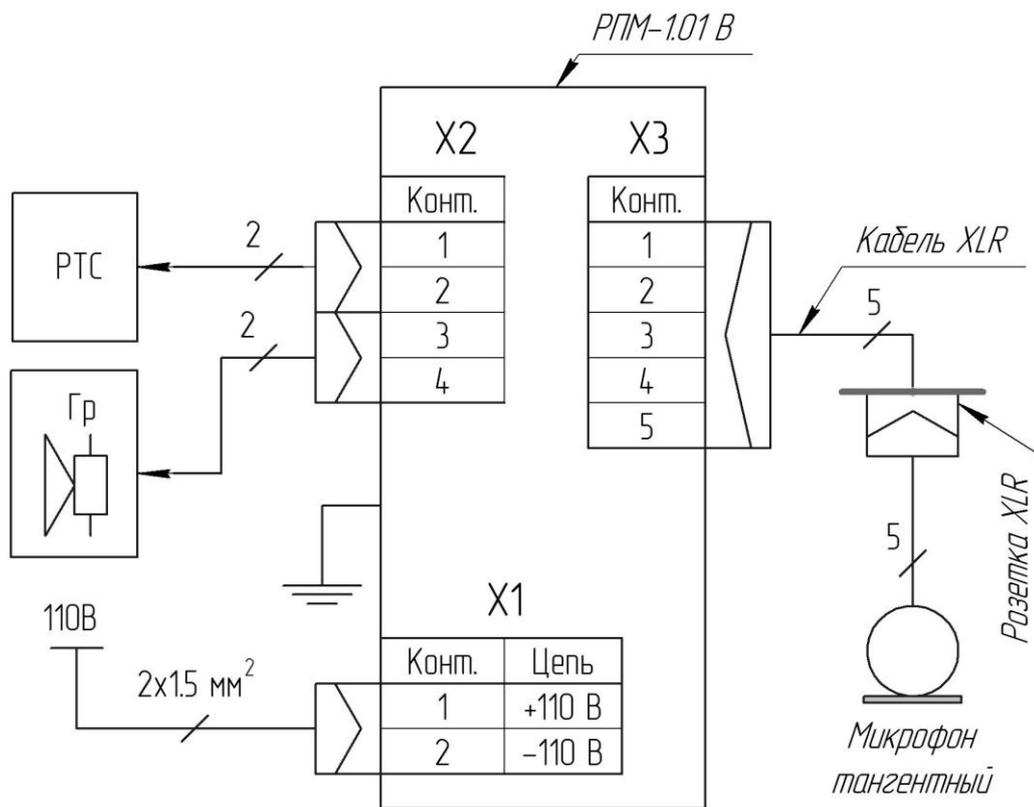

Рис.4 Схема подключения РРМ-1.01В
4.3 Подключить устройства согласно схеме на рис.4